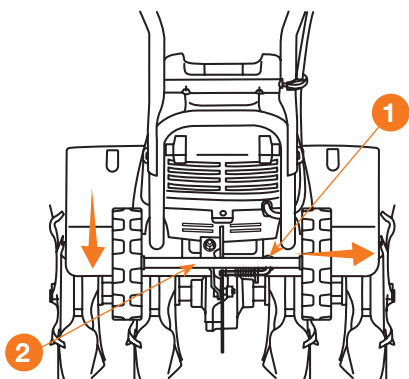

Рис. 21
- Для перевода колес из рабочего режима в транспортировочный, вытяните рычаг блокировки **1**, опустите колесную раму **2** в нижнее положение и зафиксируйте её, задвинув рычаг **1** обратно (Рис. 21).